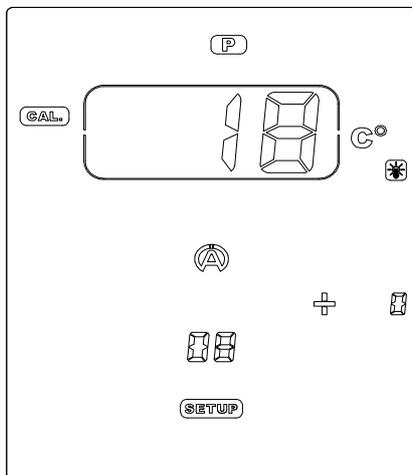

Abbildung 23
- 2) Drücken Sie die mittlere Taste **Ok**, um den Drucksensor zu kalibrieren und das Menü zu verlassen (Abbildung 23).
- 2) Schließen Sie den Temperatursensor an (Abbildung 23).